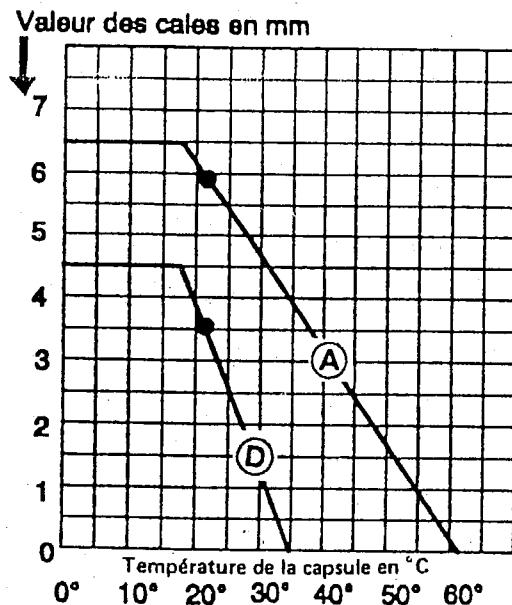

Fig 2
**Réglage de la capsule thermostatique** Laisser le moteur refroidir durant 3 heures environ. Faire un contrôle des valeurs (A) et (D) à l'aide d'un jeu de cales et déterminer les valeurs à retrouver en fonction du diagramme (Fig 2).
3°) En utilisant le diagramme (fig.2) indiquer quelle valeur il faut retrouver en A et en B à une température de la capsule de 30°. /4 points